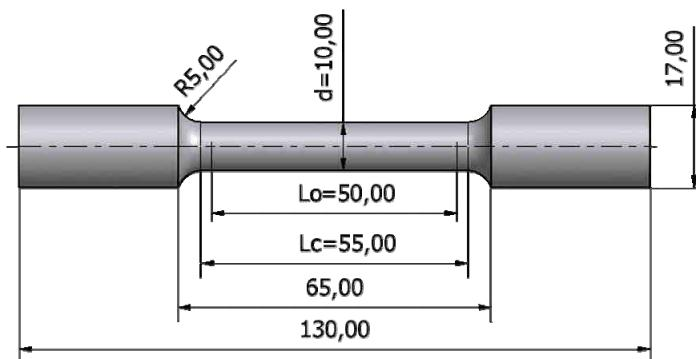
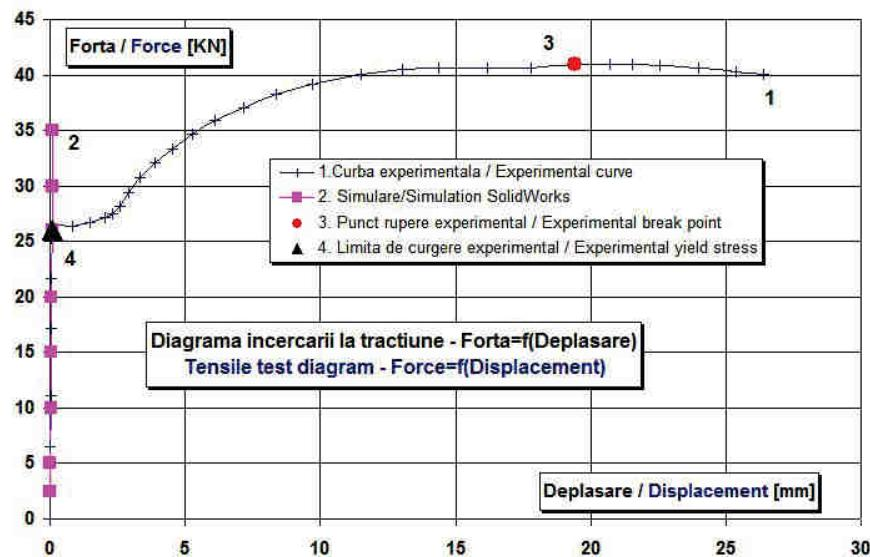

Fig. 9.1
Fig. 9.2
Condițiile de executare a încercării sunt stabilite prin [26]. Epruveta, fig. 9.1, este supusă acțiunii unei forțe progresive de întindere  $P$  pe direcția sa longitudinală, care lungeste epruveta în mod continuu până la rupere.
The tensile test conditions are set through [26]. On the tension test specimen's (fig. 9.1) longitudinal direction, a progressive stretching force  $P$  is applied, which stretches the tension test specimen continuously until it breaks.
În cursul încercării, forța P și  $\Delta L$  sunt urmărite cu aparate înregistratoare. Perechile de valori ( $\Delta L$ , P) permit construirea diagramei încercării la tracțiune, fig. 9.2. Uzual, această diagramă rezultă prin trasare automată de un dispozitive înregistrator al mașinii de încercat. Deoarece valorile  $S_0$  și  $L_0$  sunt constante, diagrama  $\Delta L - P$  reprezintă, la o altă scară, curba caracteristică la tracțiune  $\sigma - \varepsilon$  a materialului. Pe durata încercării viteza de solicitare trebuie să fie pe cât posibil constantă și cuprinsă între 6 și 30 N/mm2s.
During the tests, the values of the force P and of the extension  $\Delta L$  are followed by recording devices; the force speed must have a constant value between 6 – 30 N/mm2s. The tensile test diagram, fig. 9.2, is made out of the value pairs ( $\Delta L$  și P). Usually, this diagram is automatically printed by the device. Since,  $S_0$  and  $L_0$  are constant values, the  $\Delta L - P$  diagram is similar, on another scale, with the tensile diagram  $\sigma - \varepsilon$  of the material.
- Limita de curgere  $\sigma_c$  - se calculează prin relația (4) și reprezintă efortul unitar la care lungirea crește pentru prima dată, fără o mărire a forței P (punctul 4 în fig. 9.2);
- Rezistența la rupere  $\sigma_r$  - se calculează prin relația (5) și reprezintă efortul unitar maxim corespunzător forței maxime (punctul 3 în fig. 9.2);
Materialul supus încercării la tracțiune este oțel OL 52, cu diagrama măsurată a încercării la tracțiune în fig. 9.1 și caracteristicile experimentale respectiv statistice prezentate în tab. 9.1 [2], din care rezultă apropierea valorilor determinate experimental de valorile statistice.
- Tensile yield stress  $\sigma_c$  - calculated by relation (4) and defined as a unitary stress where the test specimen length increases for the first time, without increasing the force P (point 4 fig. 9.2);
- Tensile breaking strength  $\sigma_r$  - calculated by relation (5) and defined as a maximal unitary stress for a maximal force (point 3 fig. 9.2);
- Breaking extension  $\delta_n$  or  $A_n$  - calculated by relation (6), where  $L_u$  is the distance between marks, measured on the unification of the broken parts of the test specimen.
- Breaking area reduction Z - calculated by relation (7), where  $S_u$  is the area of the minimal normal section of the test specimen measured after the test.
- Coefficient of elasticity E (Young's modulus) - calculated by relation (8) and defined as the rapport between the increasing of the unitary stress  $\Delta\sigma$  and the increasing of the strain  $\Delta\varepsilon$ , in the elastic domain:
- The tensile diagram was obtained for experimental tensile tests on the OL 52 steel, fig. 9.1; tab. 9.1 presents the comparison between experimental and statistical values [2].
Pentru calculul FEM s-a luat în considerare numai geometria cilindrului de diametru  $d=10$  mm și  $L_o=50$  mm, fig. 9.1, pentru a nu afecta rezultatele simulării de geometria destinată prinderii epruvetei.
For FEM calculus is considered only the cylindrical geometry of the test specimen with the diameter of  $d=10$  mm and  $L_o=50$  mm, fig. 9.1, to avoid affecting the simulation results by the geometry destined to hold the test specimen.